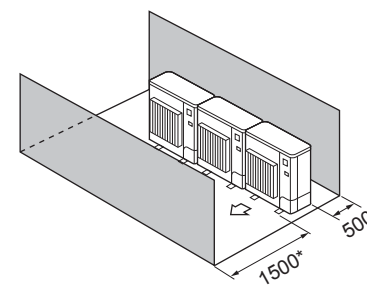

Fig. 2-11
- ④ Miejsce ograniczone tylko z przodu i z tyłu (Fig. 2-11)